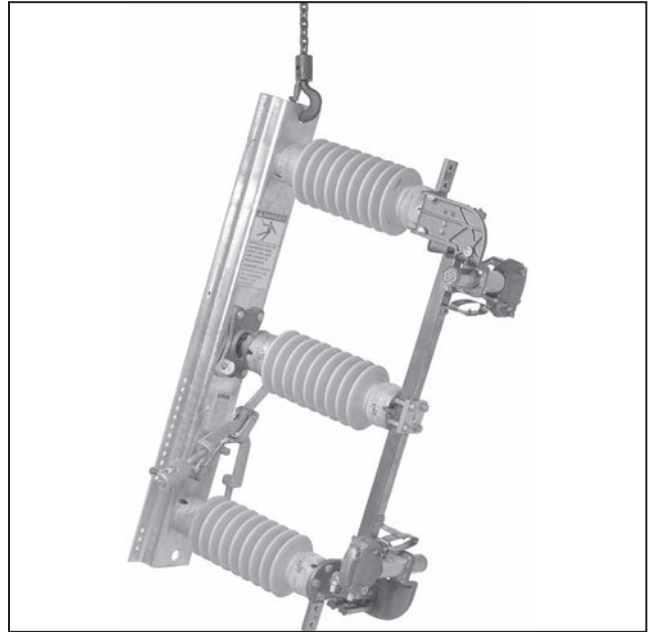

Figura 9. Ice la unidad de polo del interruptor a su posición.
PASO 6. Ice las unidades de polo del interruptor y atorníllelas a su posición, como se muestra en el plano de montaje. Vea la Figura 9.